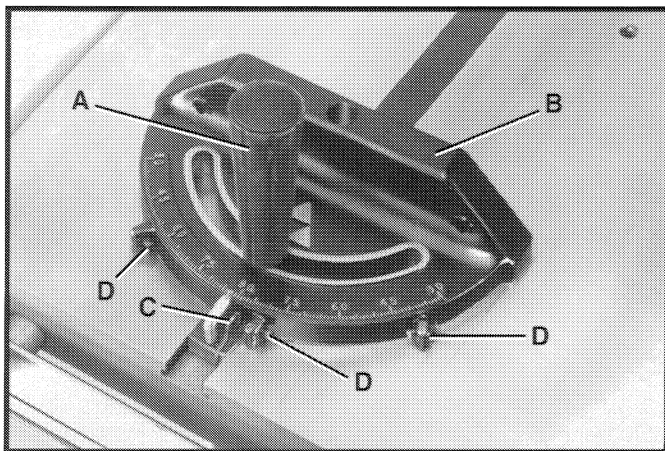

Fig. 80
Para accionar la escuadra de ingletes, afloje la agarradera de cierre (A) Fig. 80 y mueva el cuerpo de la escuadra de ingletes (B) al ángulo deseado. El cuerpo de la escuadra de ingletes se detendrá a los 90 grados y a los 45 grados tanto a la derecha como a la izquierda. Para girar el cuerpo de la escuadra de ingletes más allá de estos puntos, el eslabón de parada (C) debe ser puesto a un lado.
La escuadra de ingletes está equipado con topes de división individualmente ajustables a 90 grados y 45 grados a la izquierda y a la derecha. Se pueden realizar ajustes a los topes de división apretando o aflojando los tres tornillos de ajuste (D) Fig. 80 contra el eslabón de parada (C).